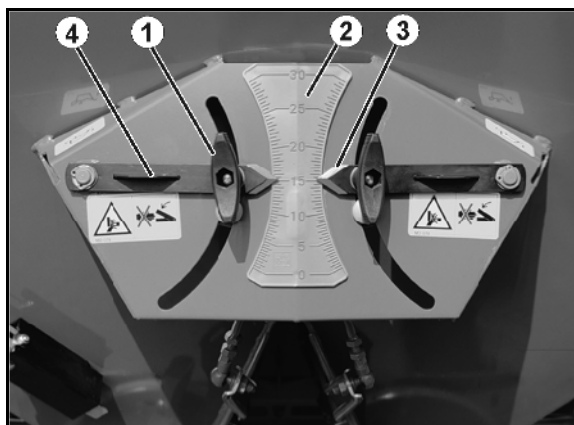

Fig. 64
2. Løsne hendelen (Fig. 64/2).
3. Finn skalaverdien for spjeldstillingen som er hentet fra spredetabellen, eller som er fastslått ved bruk av dreieprøveutstyret, på skalaen (Fig. 64/1).
4. Still avlesekannten (Fig. 64/4) til viseren (Fig. 64/3) på skalaverdien.
5. Trekk hendelen (Fig. 64/2) godt til igjen.